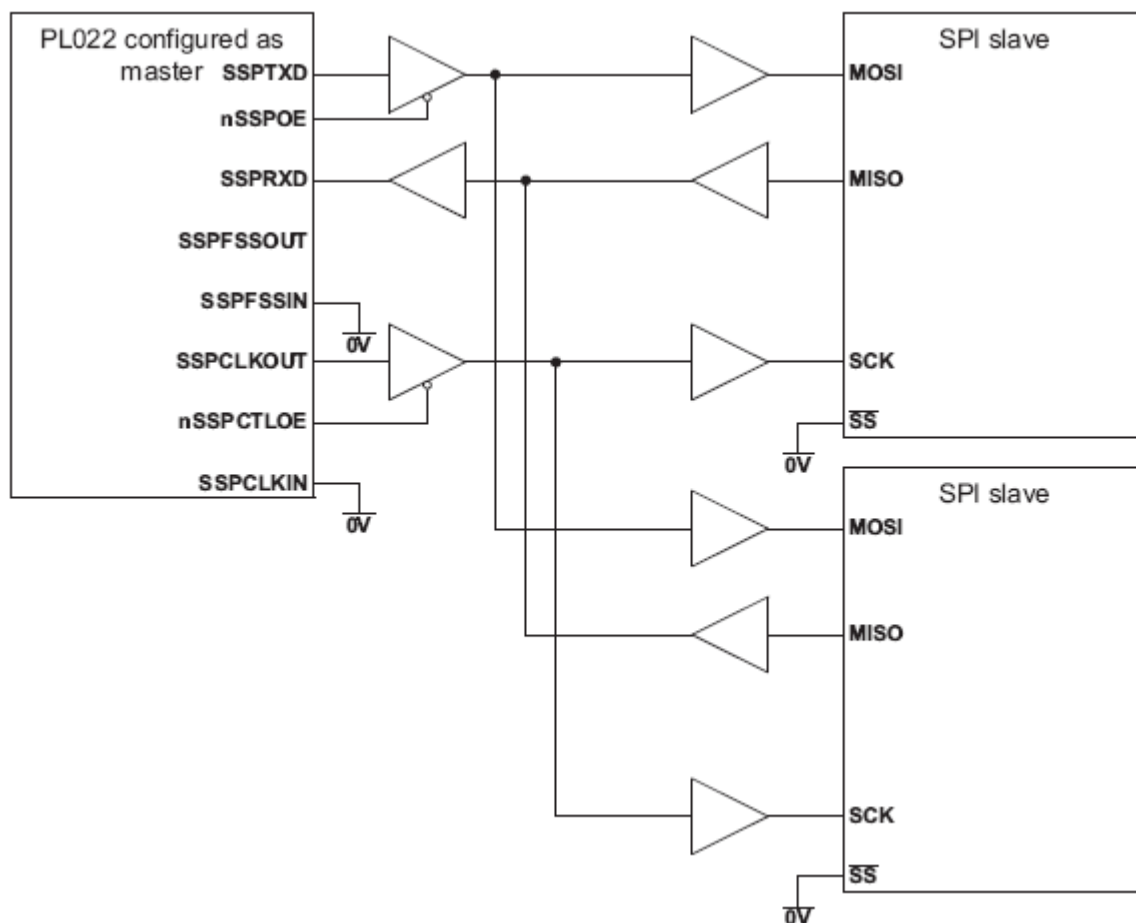

Рисунок 112 – Ведущее устройство SSP подключено к двум ведомым, поддерживающим SPI
Рисунок 112 показывает подключение модуля SSP, сконфигурированного как ведущее устройство, к двум ведомым устройствам, поддерживающим протокол SPI фирмы Motorola. Внешние устройства сконфигурированы как ведомые путем установки в низкий логический уровень сигнала выбора ведомого устройства Slave Select (SS). Как и в предыдущем примере, ведущее устройство способно передавать данные в адрес ведомых циркулярно по линии SSPTXD. Ответная передача данных на входную линию SSPRXD ведущего устройства одновременно осуществляется только одним из ведомых по соответствующей линии MISO.